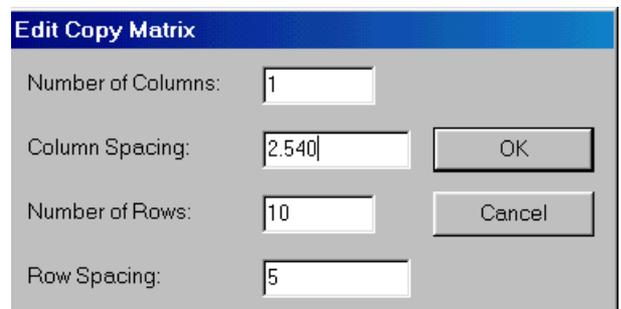

Рис. 4-5. Задание параметров массива
6) На появившейся панели **Edit Copy Matrix** (см. рис. 4-5) установите число столбцов (Number of Columns) равным 1; число строк (Number of Row) равным 10 и расстояние между строками (Row Spacing) – 5 мм. Расстояние между столбцами (Column Spacing) можно не менять.